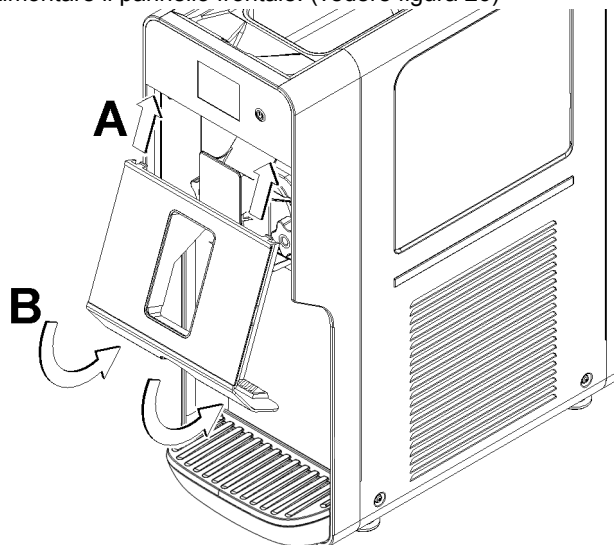

figura 26
- 5 Rimontare il pannello frontale. (vedere figura 26)